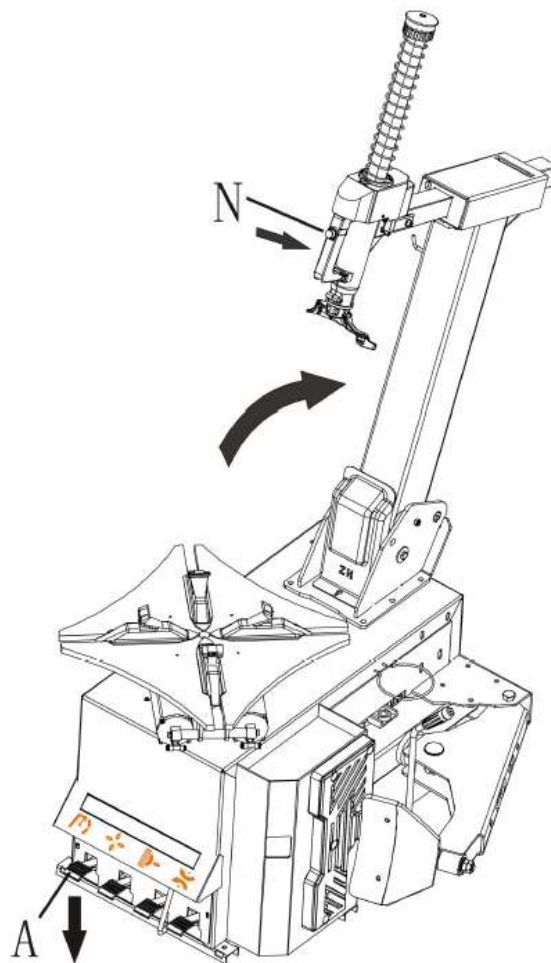

Abb. 29
- Schaltergriff N betätigen (Abb. 29), Arm befestigen.
- Pedal A drücken (siehe zuvor Abb. 29), Säule in Arbeitsposition zurückversetzen, Schalterhebel N zurückziehen (Abb. 31-a), Arm L und Sechskantenständer M sollen sich frei bewegen. Drücken Sie N und M, wodurch sich der Montagekopf O gegen die Felge beugt (Abb. 31-b), Schalterhebel N drücken, um Arm und Sechskantenständer zu sperren.